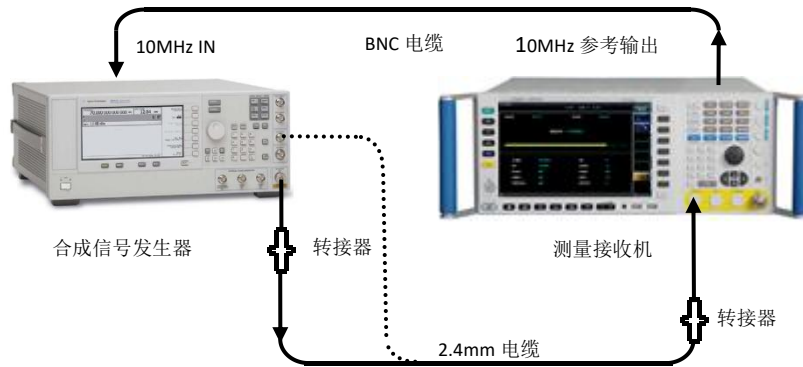

图 4.1 频率计数功能测量系统连接图
- 如图 4.1 所示，将信号发生器输出与测量接收机的射频输入 50 Ω 端口相连。复位信号发生器，设置信号发生器输出载波为 1.25GHz，幅度为 0dBm。在测量信号源频率精度的时候，需要注意信号源输出功率的设置。信号源输出功率不能超过接收机最大输入功率值。为了让接收机快速准确地测得信号，也不能让信号源输出的信号功率太低，建议在-40dBm~+10dBm 之间比较适宜。